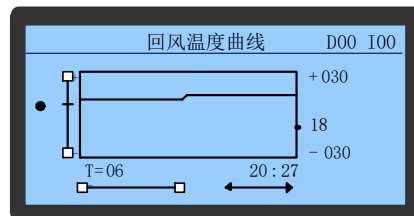

图5-23 温度曲线
1. 在温湿度曲线菜单界面中可选择进入回风温度曲线子菜单，如图 5-23 所示。